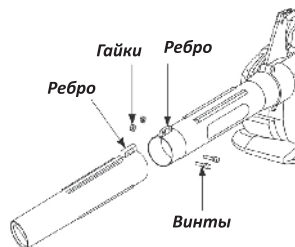

Рис. 3
4. Вставьте верхнюю трубу в нижнюю и зафиксируйте винтами (Рис. 3).